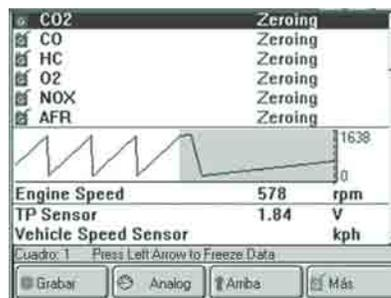

Figura 9.3: Pantalla de Datos y Gases
- 4 Siga las instrucciones en la pantalla y presione la tecla de función **Aceptar (OK)**. El Analizador de Gases procede a Calibrar a "Cero" y muestra las lecturas de datos en tiempo real. (Figura 9.3).